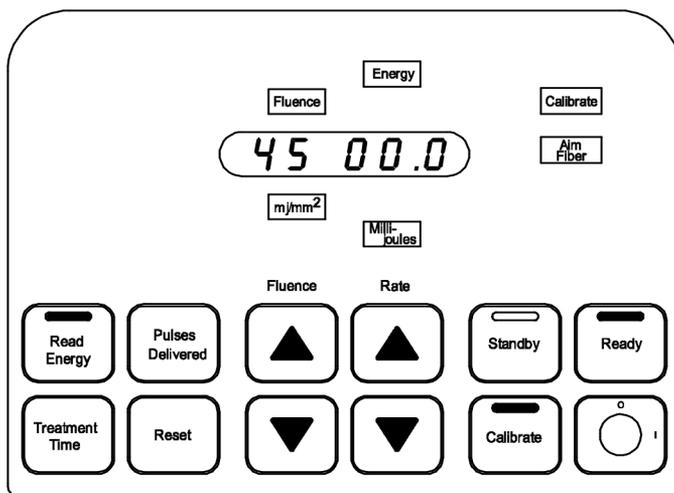

Figure 6
6. Le témoin d'état jaune **Ready** (Prêt) au sommet du tableau de commande, les boutons **Aim Fiber** (Fibre de visée), **Energy** (Énergie), **Millijoules** (Millijoules), **Calibrate** (Étalonnage), le bouton **Calibrate** (Étalonner) et le témoin **Ready** (Prêt) sont allumés. La fenêtre d'affichage indique 00.0 sur les trois chiffres les plus à droite. (Figure 6)